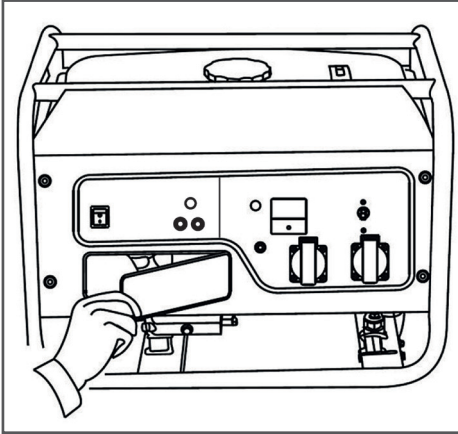

Рис. 5 Съемная крышка на панели управления
2. Снимите крышку на панели управления (Рис. 5).